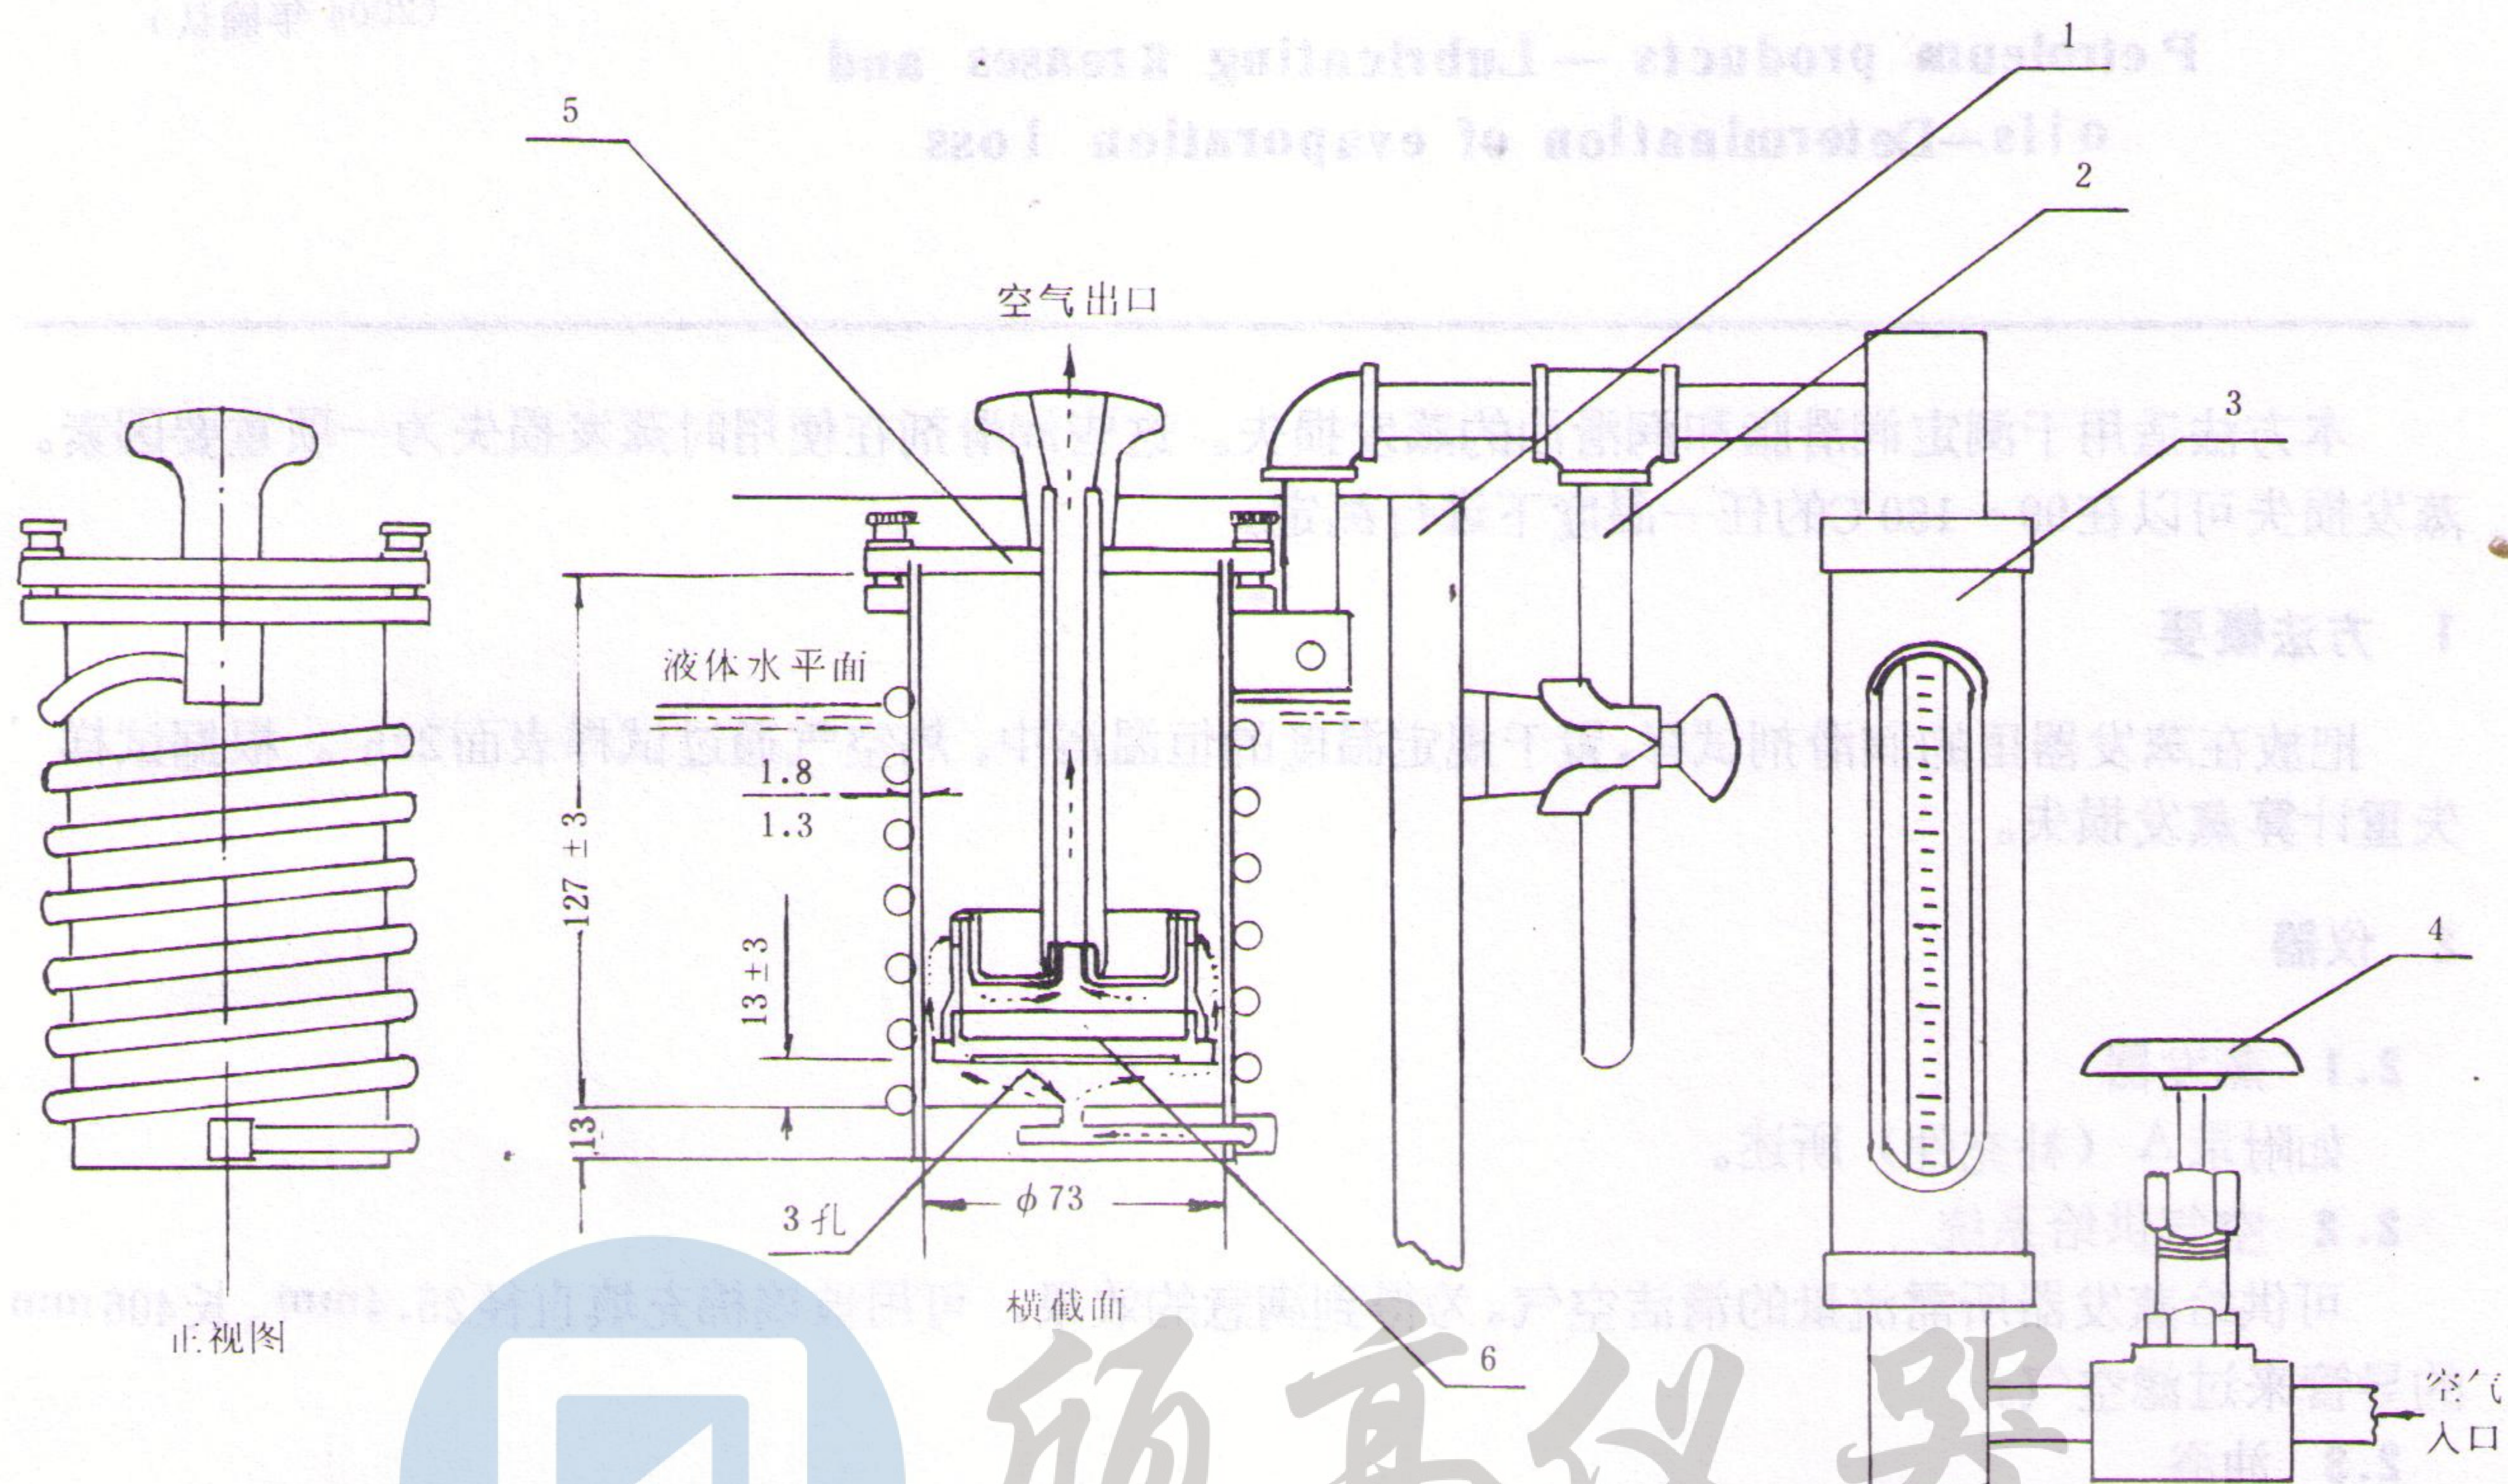

图1 蒸发器及配件
经校正的转子流量计,于15~30℃以 $2.58 \pm 0.02\text{g}/\text{min}$ 的速率供应空气(在标准温度和标准压力下为 $2\text{L}/\text{min}$)。流量计应如图1所示,装有针形阀。
3.2 盖上盖子（不装罩子和试样杯），将蒸发器浸入恒温浴中使其达到试验温度（控制到 $\pm 0.5^\circ\text{C}$ ），如图1所示。在开始试验前，让蒸发器在恒温浴中至少保持30min，在此期间，使干净空气以规定的速度 $2.58 \pm 0.02\text{g/min}$ （在标准温度和标准压力下为 2L/min ）流过蒸发器，空气流速通过转子流量计指示。然后取掉盖子，把称量过的罩子和脂杯拧上，再盖上盖子，上紧三个滚花的顶盖，封严螺丝以防空气从盖下漏泄。干净的空气通过蒸发器 $22\text{h} \pm 5\text{min}$ 。